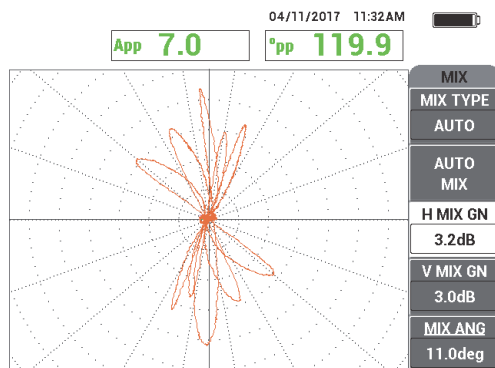

図 5-175 サポートリング移動後のスキャン結果（ミックス）
3. チューブの欠陥をスキャンします (254 ページの図 5-175 参照)。